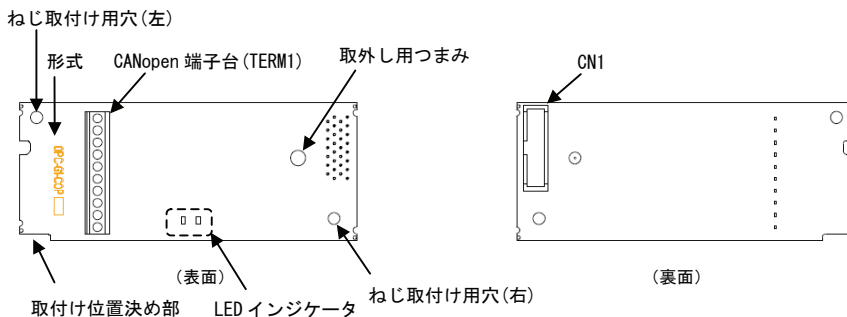
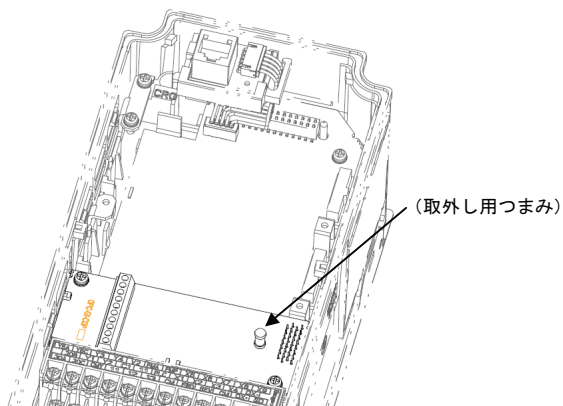

図 2.1 CANopen 通信カードの各部の名称
図 3.3 取付け完了 (A-port 取付け時)
- (1) 通信カード、ねじ (M3×8: 2本)、取扱説明書(本書)が入っていることを確認してください。
- (2) 通信カード上の部品の異常、凹み、反りなど輸送時での破損がないことを確認してください。
- (3) 通信カード上に形式「OPC-G1-COP」が印刷されていることを確認してください。(図 2.1 参照)
CANopen 通信カードの各部の名称を図 2.1 に示します。
- (2) 通信カードの裏面 (図 2.1) の CN1 を、インバータ本体の制御プリント基板の A-port (CN4) へ差し込み、付属ねじで固定して下さい。(図 3.3)
注意 通信カードの取付け位置決め部 (図 2.1) がツメ (図 3.2 ①) にセットされ、CN1 (図 3.2 ②) が確実に差し込まれていることを確認してください。図 3.3 は取付け完了を示します。
- (3) 通信カードの配線を行います。
通信カードを取り外す際は、ねじを2ヶ所外し、取外し用つまみ (図 3.3 を参照) を引っぱって取り外してください。